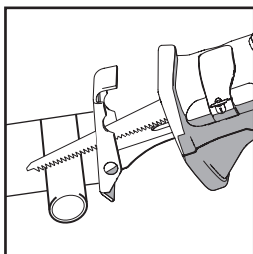

Fig. 8
- Couper la pièce lentement afin de permettre à la lame souple de se courber comme voulu. **(Fig. 8).**